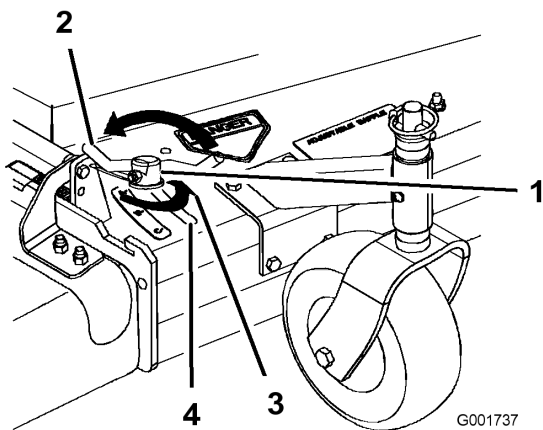

Figura 13
- Para ajustar el bloqueo de leva, levante la palanca para aflojar el bloqueo de leva (Figura 13).
- Devuelva la palanca a su posición original para apretar el deflector y el bloqueo de leva (Figura 13).